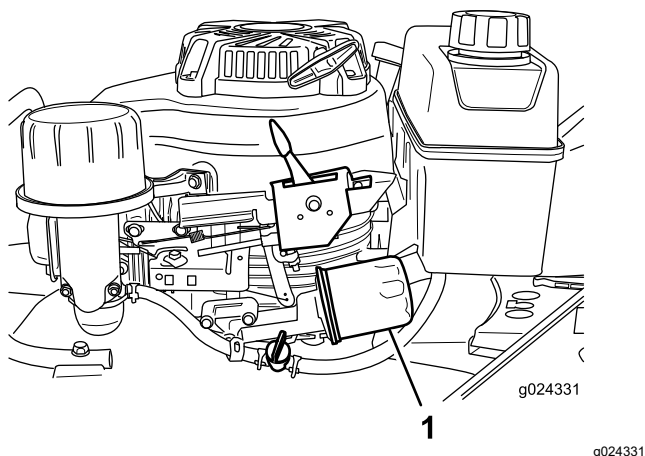

Рисунок 24
6. Поместите ветошь под масляный фильтр (Рисунок 24), чтобы собрать масло, которое может вытечь при демонтаже масляного фильтра.